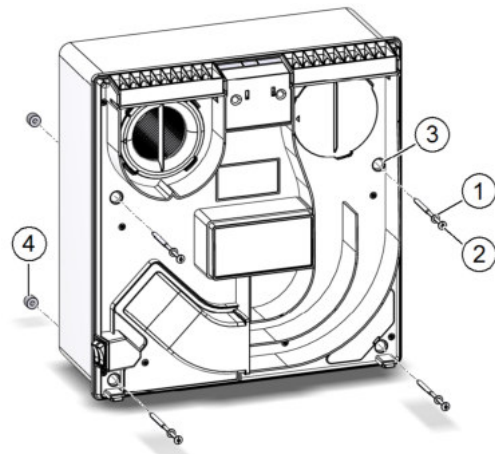

Abb. 6: Befestigungsschrauben einsetzen
- ▶ Stecken Sie die Beilagscheiben (Pos. 1 in Abb. 6) auf die Kreuzschlitzschrauben (Pos. 2 in Abb. 6) auf und führen diese in die Gehäusebohrungen (Pos. 3 in Abb. 6) ein.
- ▶ Schrauben Sie die vier Zentrierhilfen (Pos. 4 in Abb. 6) an der Rückseite auf die vier Kreuzschlitzschrauben soweit auf, dass die Spitze der Kreuzschlitzschraube ca. 10 mm über die Zentrierhilfe hinaussteht.
- ▶ Befestigen Sie das Lüftungsgerät mit den vier Kreuzschlitzschrauben (siehe Abb. 6 auf Seite 12) am Montageset. Ziehen Sie dabei die Schrauben **leicht** über Kreuz an.